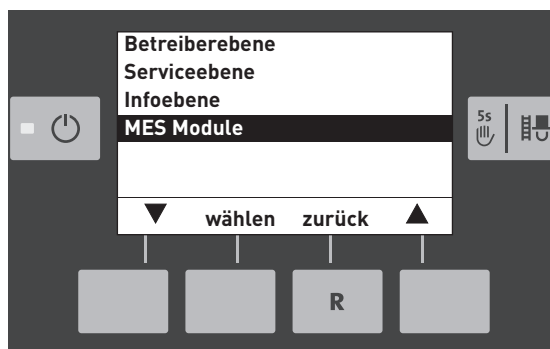

Fig. 16
- ▶ "MES Module" auswählen – Fig. 16.